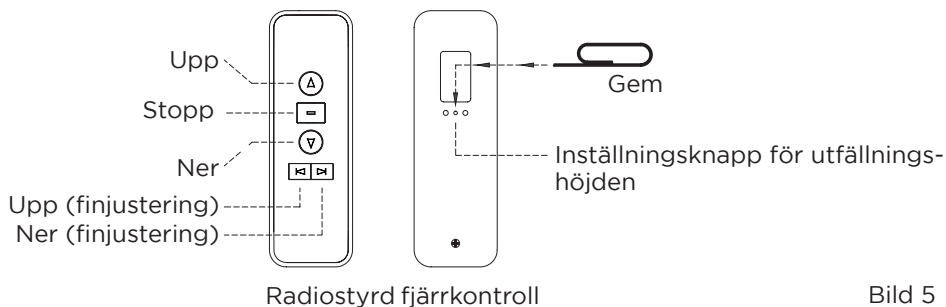

Bild 5
- Öppna ett gem och tryck på inställningsknappen för utfällningshöjden på baksidan av fjärrkontrollen (bild 5) tills du ser ett ljus i hålet. Projektorduken är nu i programmeringsläget.